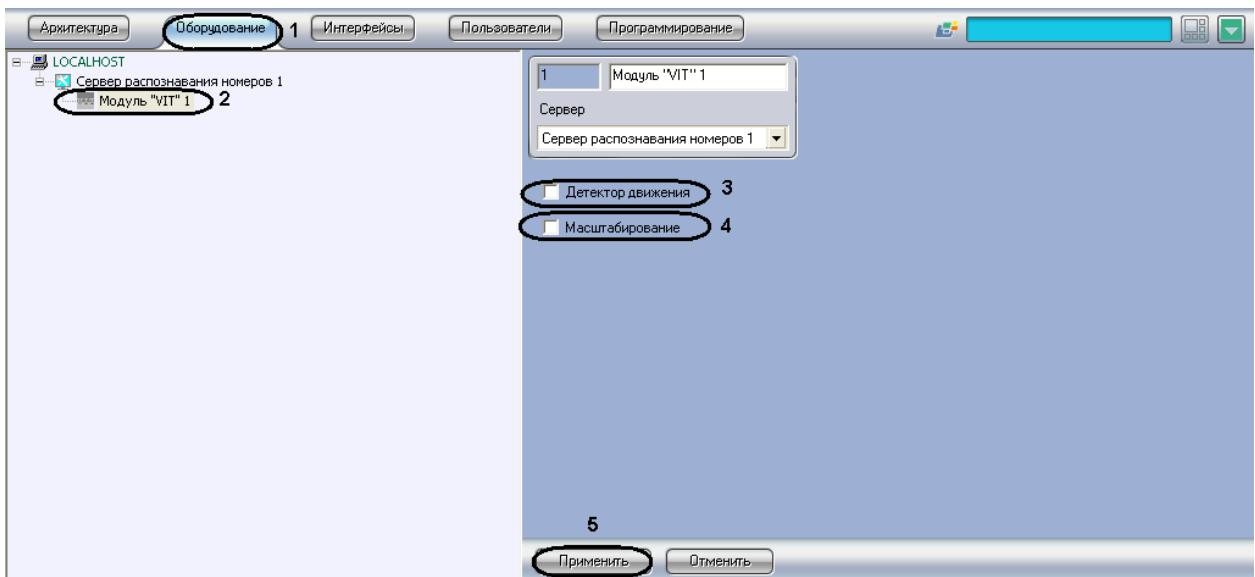

Рис. 7.2—5. Настройка программного модуля «VIT»
2. В дереве объектов на вкладке «Оборудование» выбрать объект «Модуль „VIT“», соответствующий настраиваемому программному модулю «VIT» (Рис. 7.2—5, 2). В правой части вкладки «Оборудование» отобразится панель настройки выбранного объекта.
3. Для повышения скорости распознавания номеров у мегапиксельных видеокамер установить флажок «Детектор движения» (см. Рис. 7.2—5, 3).
4. Для повышения скорости распознавания номеров у мегапиксельных видеокамер без потери качества распознавания установить флажок «Масштабирование» (см. Рис. 7.2—5, 4).